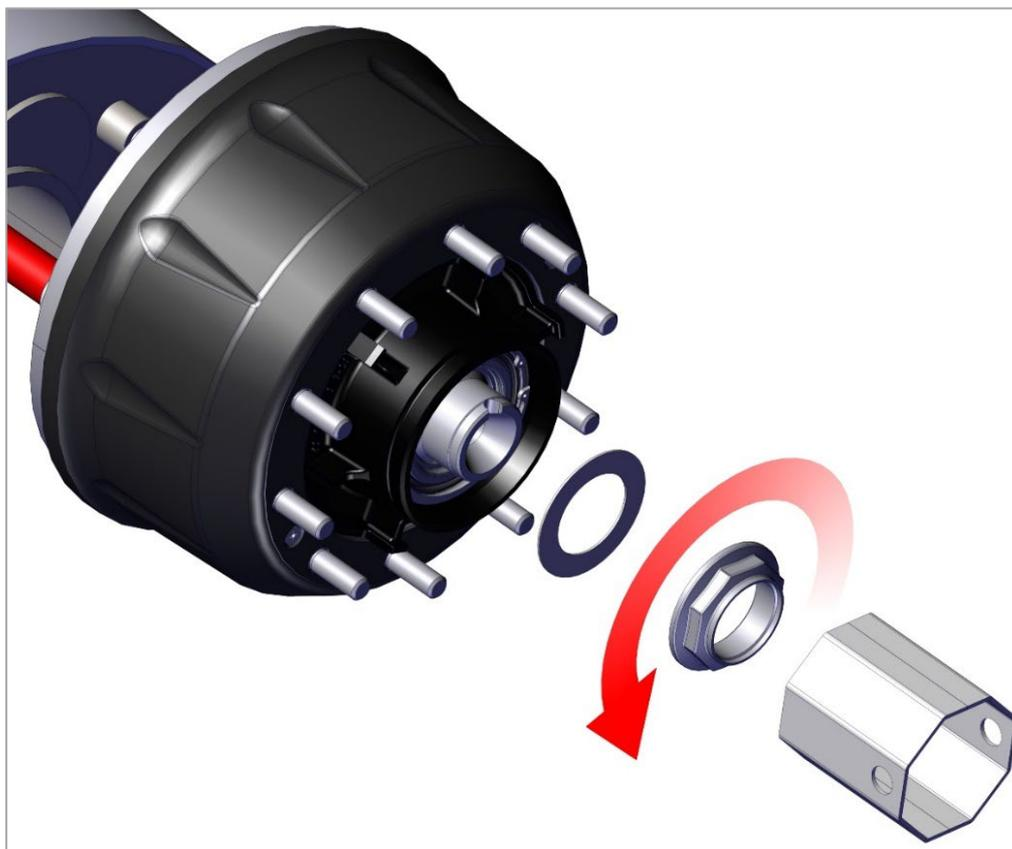

Рис. 36. Снятие гайки подшипников
2) Отверните гайку подшипников ступицы и снимите упорную шайбу (рис. 36).